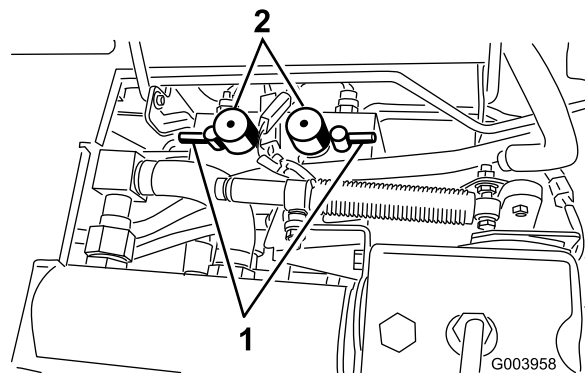

Figure 82
5. Réglez les boutons de vitesse des cylindres à la position 1 (Figure 82).
6. Sélectionnez les leviers de rodage avant, arrière ou les deux pour déterminer les plateaux qui doivent être rodés (Figure 82).